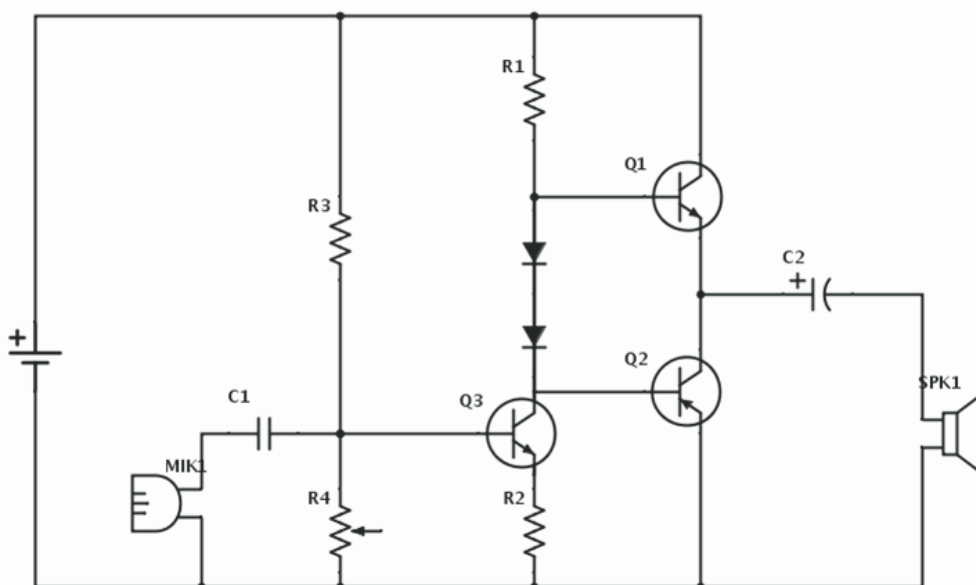

Figura 5-2
3. Desmonte el circuito y ahora monte el siguiente amplificador de audio de dos etapas como se ve en la Figura 5-2. Un micrófono, un condensador de $10\ \mu\text{F}$, una resistencia variable de $100\ \text{k}\Omega$, una resistencia de $10\ \text{k}\Omega$ y un transistor de señal NPN conforman la etapa del conductor. El circuito push-pull es similar al estudiado en la Actividad 4. Consiste en un transistor de potencia NPN, un transistor de potencia PNP, un condensador de $500\ \mu\text{F}$ conectado en serie al altavoz (note la polaridad del condensador), una resistencia de $2,2\ \text{k}\Omega$, una resistencia de 100Ω , dos diodos de silicio y una fuente de alimentación de CC. Utilice las dos regletas cortocircuito para conectar el emisor del transistor de potencia NPN al colector del transistor de potencia PNP.